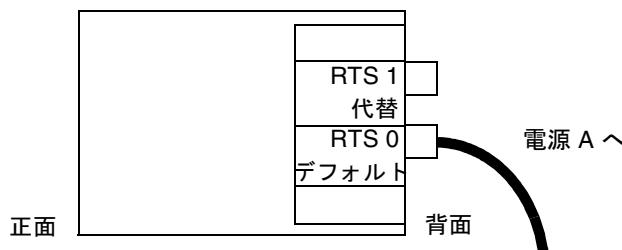

図 3-12 1 つの RTU アセンブリおよび1つの AC 電源での構成
- 1つの RTU アセンブリおよび1つの AC 電源を使用する構成では、システムの背面左側に1本のケーブルを接続します(図 3-12)。デフォルトの RTS ユニットと同じ電源を使用するコンセントに代替 RTS ユニットを接続することはできません。信頼性が損なわれることになります。